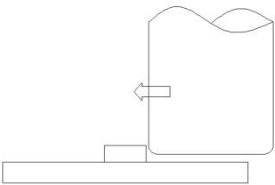

图 3
4) 请注意不要在开关的推杆上施加侧面按压力（静态/动态），特别是开关组装到产品上，如右图 3：